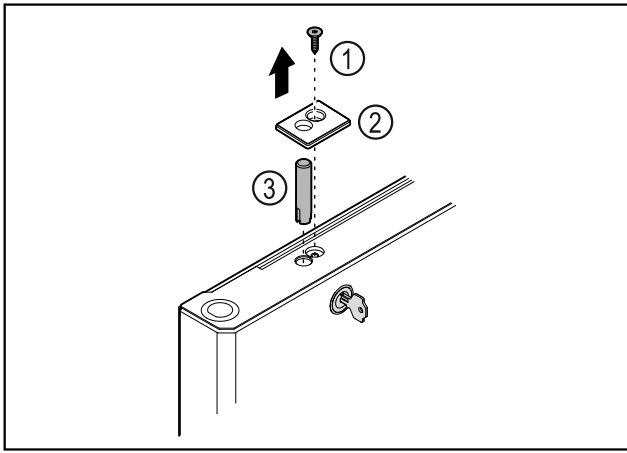

Fig. 43
- ▶ 移除螺栓 Fig. 43 (1)。
- ▶ 使用小型螺丝刀松开并取下盖板 Fig. 43 (2)。
- ▶ 拔出锁销 Fig. 43 (3)。